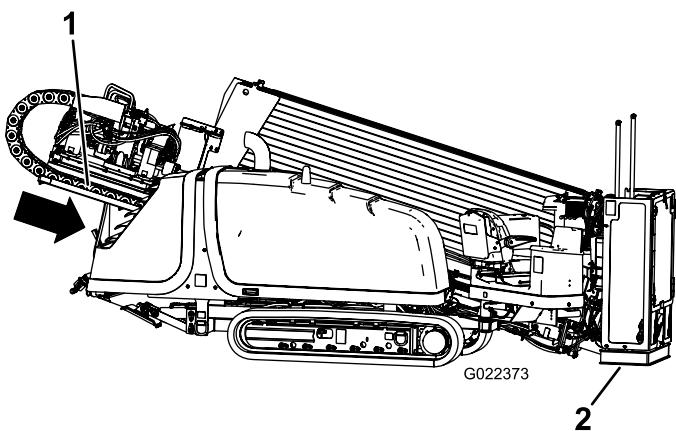

Figura 80
9. Abaixe a lança, inclinando-a até a placa entrar em contato com o solo (Figura 80).